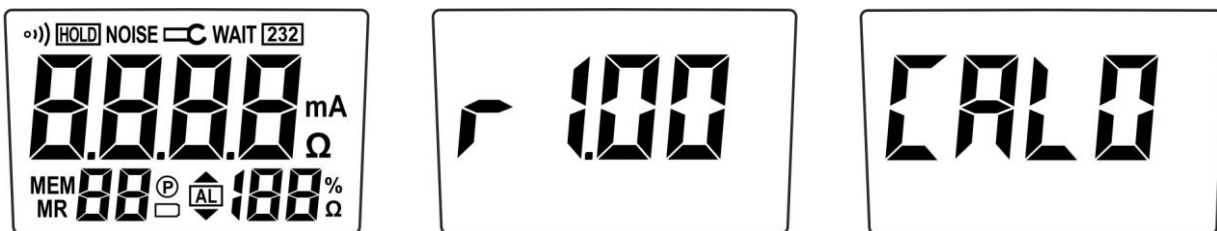

Fig. 3: Sequenza videate all'accensione dello strumento
- La videata con tutti i simboli a display (vedere Fig. 3 – parte sinistra)
- La videata con la versione firmware caricata (vedere Fig. 3 – parte centrale)
- Il processo di calibrazione mostrando un countdown che parte da "CAL.9" e arriva a "CAL.0" (vedere Fig. 3 – parte destra).